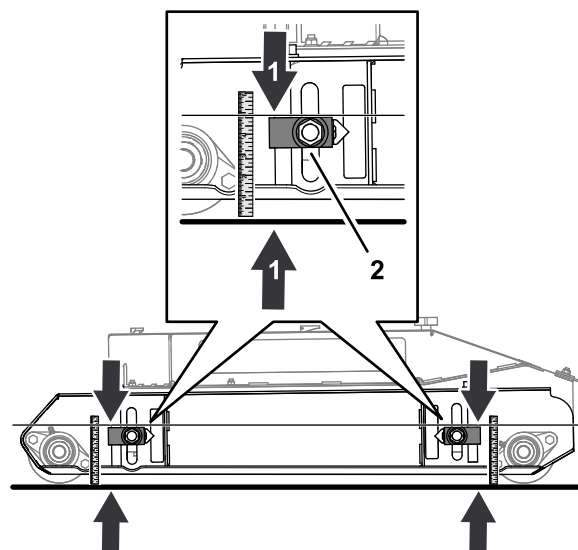

Рисунок 79
1. Ослабьте гайки крепления блока регулировки высоты скашивания (Рисунок 79).
землей не станет равным 124 мм (Рисунок 79).